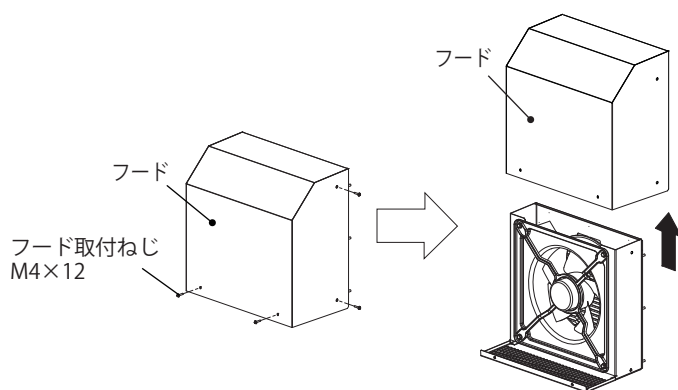

図 7
1. フード取付ねじ M4×12 (6 カ所) を取り外し、フードを持ち上げ取り外してください。(図 7)